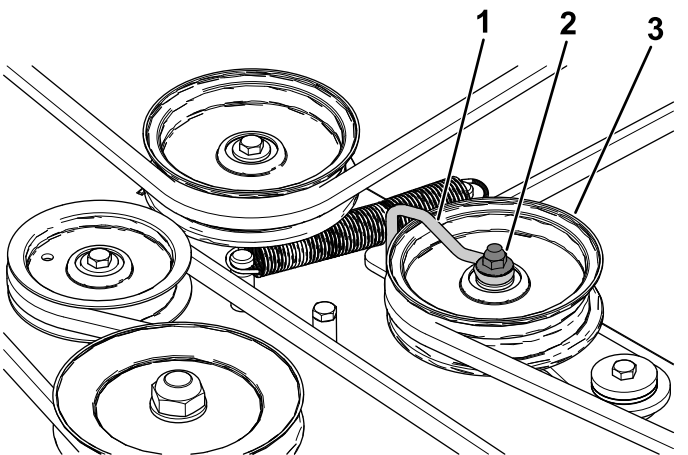

**Figura 50**
6. Usando una herramienta para la retirada de muelles (Pieza Toro N° 92-5771), retire el muelle tensor del gancho de la carcasa para eliminar la tensión de la polea tensora, y retire la correa de las poleas (Figura 50).
7. Pase la correa nueva alrededor de las poleas del motor y del cortacésped (Figura 50).
8. Usando una herramienta para la retirada de muelles (Pieza Toro N° 92-5771), instale el muelle tensor sobre el gancho de la carcasa y tense la polea tensora y la correa (Figura 50).